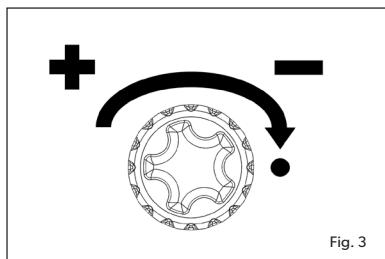

Fig. 3
- Draai de regelknop op de Dual Power Pak tegen de klok in om de gastoevoer te openen (Fig. 3).